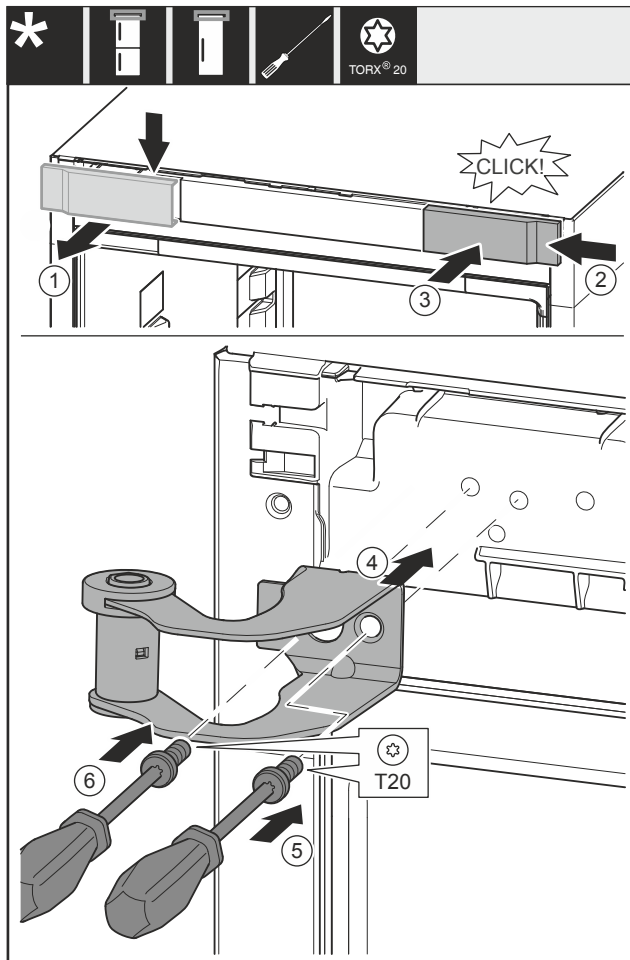

Fig. 20
- ▶ Зніміть кожух Fig. 20 (1) зверху рухом уперед.
- ▶ Поверніть кришку Fig. 20 (2) на 180° і повісьте її з іншого боку праворуч.
- ▶ Зафіксуйте кришку Fig. 20 (3).
- ▶ Встановіть верхній опорний кронштейн Fig. 20 (4).
- ▶ Затягніть гвинт Fig. 20 (5).
- ▶ Затягніть гвинт Fig. 20 (6).